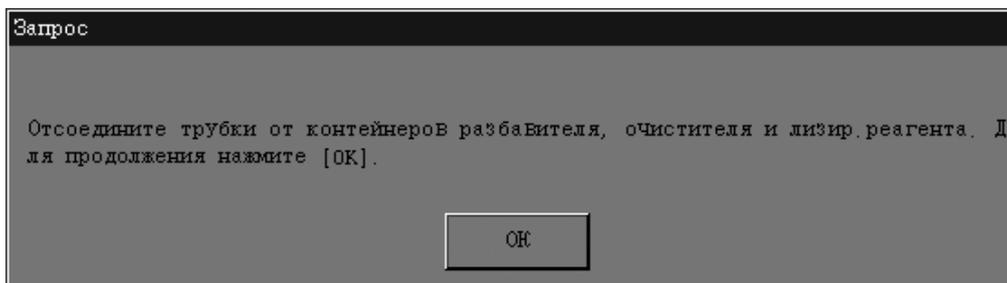

Рис. 10-27 Диалоговое окно
2. **НАЖМИТЕ** «Нет», чтобы закрыть диалоговое окно и вернуться на экран «Обслуживание». **НАЖМИТЕ** «Да», чтобы перейти к прекращению работы. Откроется диалоговое окно (Рис. 10-27).